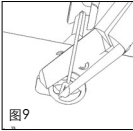

图 9
■ 图 9 最后, 在靠近平板状头的位置用剪钳(REF8000171)将杆剪断, 留下来的图钉样假体就是用于植入的假体, 可有有效的防止术后脱位。其长度可变化, 但都必须将衬垫的移植物的厚度计算在内。